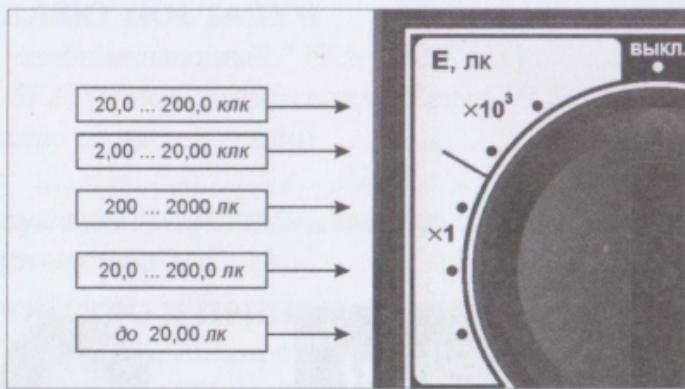

Рис.2 – Поддиапазоны измерения освещенности
5.2 На лицевой стороне БОИ расположен переключатель поддиапазонов измерения (Рис.2) и жидкокристаллический индикатор.